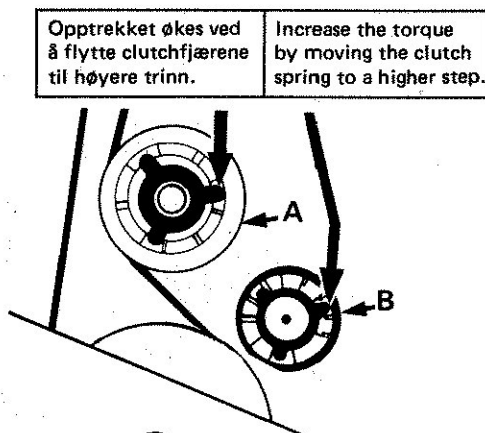

Fig. 13 Clutch-justering
- Opptrekket kan justeres med clutchfjæren, se fig. 13 (A). Om nødvendig, rens eventuelt skift impliserte deler.
- Opptrekket kan justeres med clutchfjæren, se fig. 13 (B). Om nødvendig, rens eventuelt skift impliserte deler.
- If necessary, adjust the torque with the clutch spring, see Figure 13 (A). If not sufficient, replace involved parts.
- If necessary, adjust with the clutch spring, see Figure 13 (B). If not sufficient, replace involved parts.